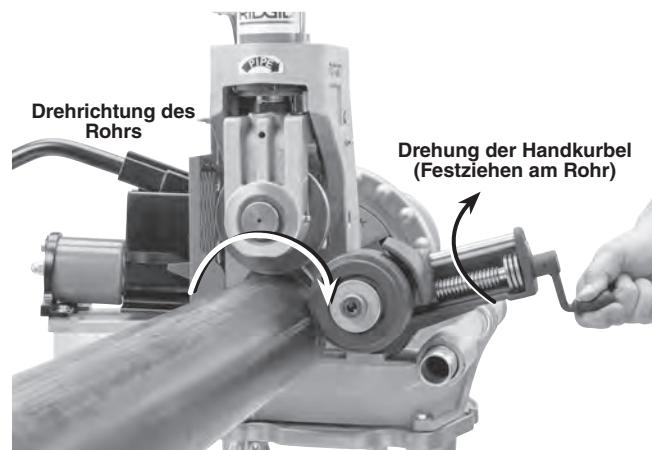

Abbildung 18 – Positionieren des Stabilisators
Der Stabilisator kann nur verwendet werden, wenn sich der REV/O-OFF/FOR-Schalter der Maschine in der Position REV befindet (die Drehrichtung des Rohrs wird auf der Nutmaschine angezeigt, siehe Abbildung 18). Wenn die Maschine mit dem Schalter REV/O-OFF/FOR in Position FOR verwendet wird, wird das Rohr spiralförmig aus den Nutrollen herausgezogen.
Sie die Handkurbel um eine (1) weitere Umdrehung, um die Rolle leicht gespannt gegen das Rohr zu drücken, (Abbildung 18). Fassen Sie nicht über das Rohr, um den Stabilisator einzustellen.